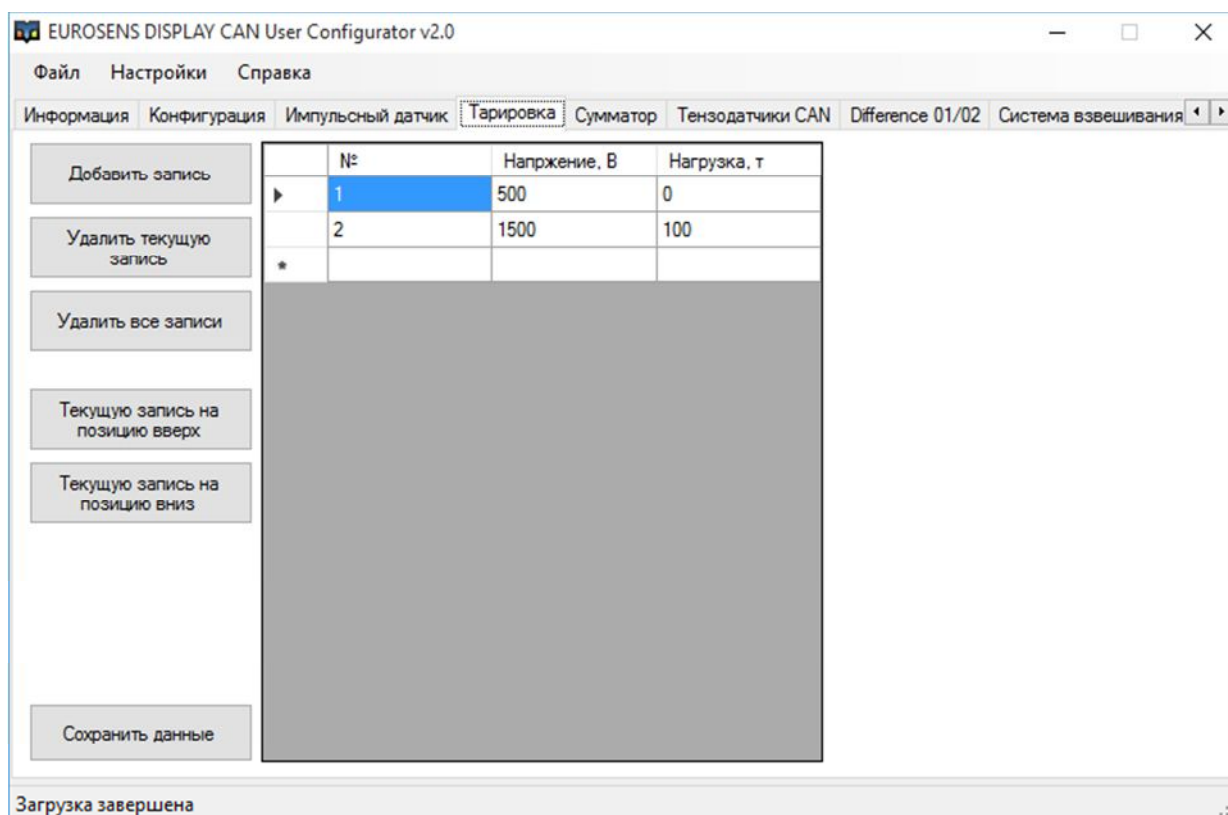

рис. 4.13. Калибровочная таблица, режим "Difference 01"
- 6) На основании полученных данных заполнить калибровочную таблицу (рис. 4.13).